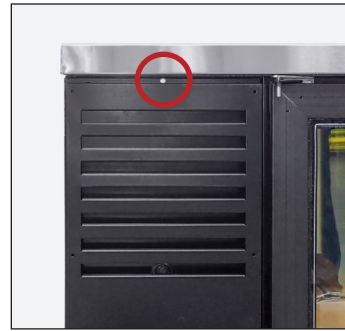

Fig. 1. Tire de la parte superior de la cubierta hacia delante y luego levántela.
- Con un destornillador Phillips, retire la rejilla del gabinete. Véase la fig. 1.